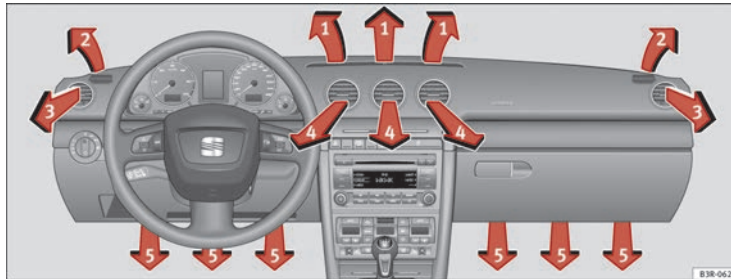

Abb. 141 Instrumententafel: Anordnung der Luftaustrittsdüsen
Die Luftaustrittsdüsen ⇒ Abb. 141 ③ und ④ können wie folgt bedient werden.
Die drei Tasten haben folgende Bedeutung. Die Zahlen beziehen sich auf die Luftaustrittsdüsen ⇒ Abb. 141.
Der Gebläsemotor wird nach Ausschalten der Zündung über das Solardach mit Solarstrom betrieben. Achten Sie bitte darauf, dass die Düsen 3 und 4 geöffnet sind ⇒ Abb. 141, um eine optimale Belüftung zu erreichen.